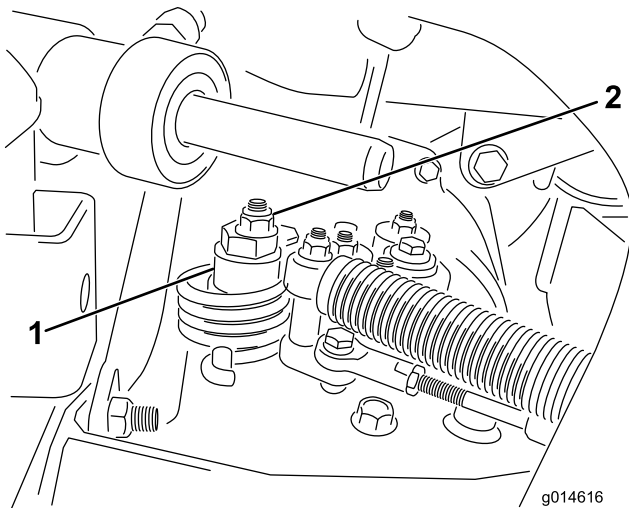

Bild 47
- A. Lösen Sie die Mutter, mit der der Exzenter oben am Hydrostat befestigt ist (Bild 47).
- C. Drehen Sie den Exzenter, bis kein Kriechen in jeder Richtung auftritt. Ziehen Sie die Schraube fest, wenn sich das Rad nicht mehr dreht, um den Exzenter und die Einstellung zu arretieren (Bild 47). Überprüfen Sie die Einstellung mit dem Gasbedienungshebel auf Langsam“ und auf Schnell“.